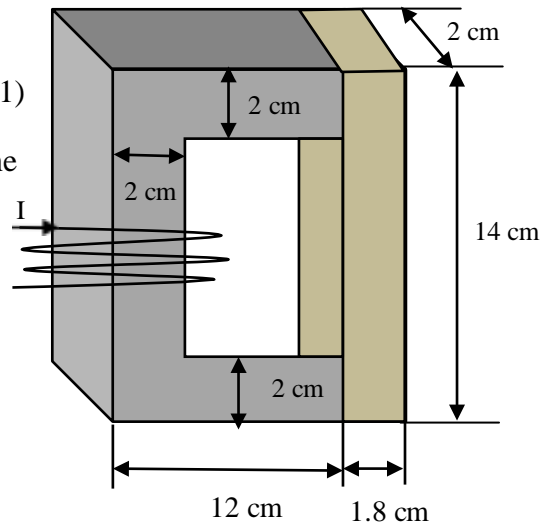

Figure 1
Le circuit magnétique de la fig 1 a une première partie (1) en acier et en forme de C, et une deuxième partie (2) en fer doux. Quel est le courant nécessaire dans la bobine de 150 spires, pour que la densité de flux magnétique soit $B_2=0.45 \text{ T}$ dans la partie en fer doux.